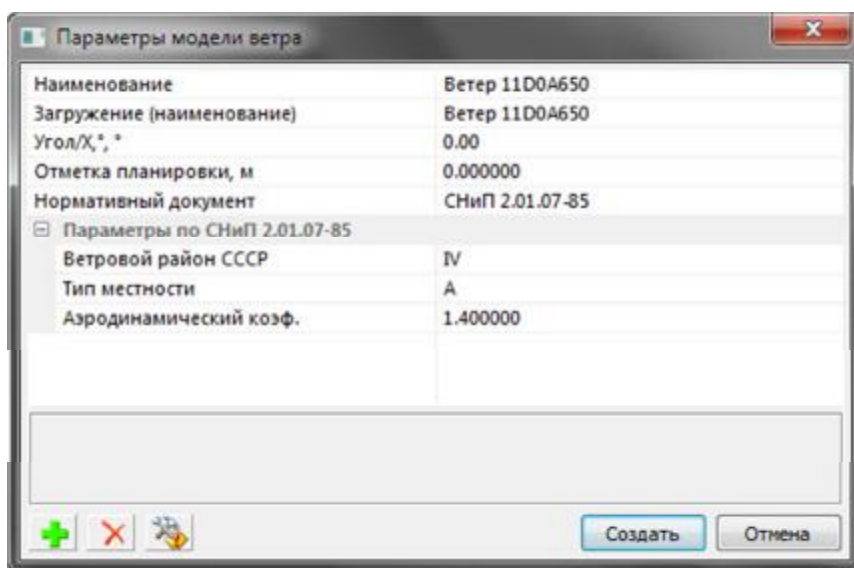

Рис. 3.10. Диалоговое окно **Параметры модели ветра**
- ▶ В появившемся диалоговом окне **Параметры модели ветра**(рис.3.10) задайте следующие параметры: